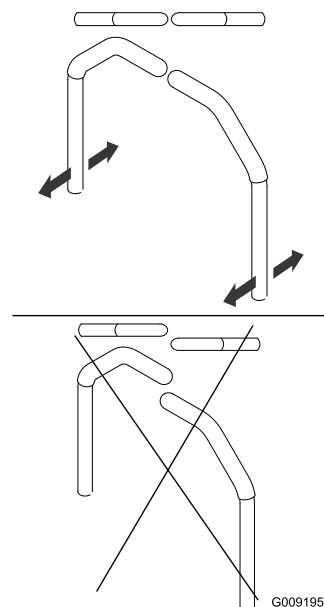

図 58
4. レバーをニュートラル位置にし、前後の位置を合わせ、位置が揃うまでスライドさせてからボルトを締める 図 58。